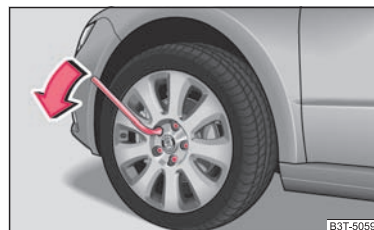

Fig. 198 Cambio de rueda: Aflojar los tornillos de rueda
- Coja la llave por el extremo* y gire el tornillo aproximadamente **una** vuelta hacia la izquierda ⇒ fig. 198.